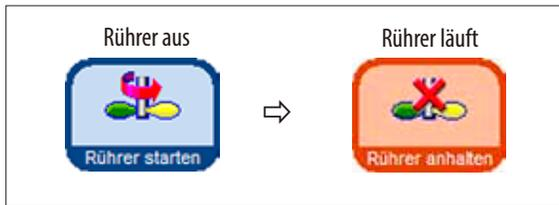

Abb. 131
- Der Rührer kann aktiviert und wieder gestoppt werden. Der Rührer läuft, wenn die Taste Orange gefärbt ist (Abb. 131).